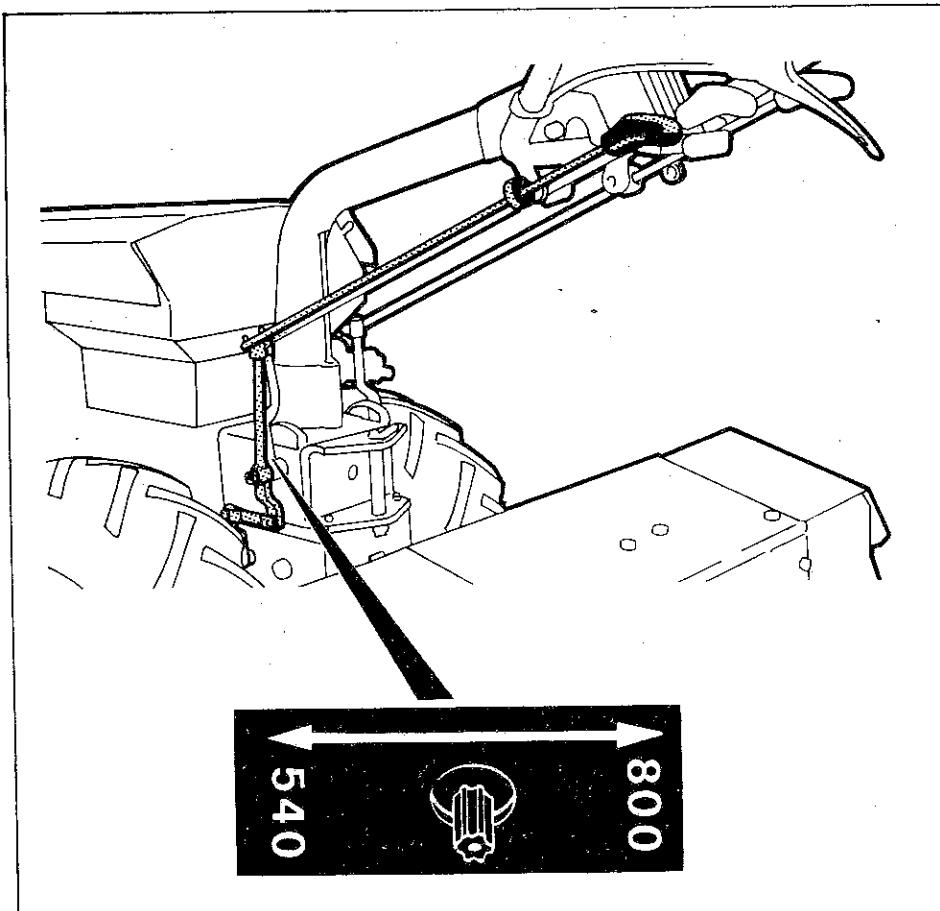

Fig. 7 - Bild 7
Una leva di comando a tre posizioni consente di selezionare due differenti rapporti di trasmissione per la p.d.f. (vedere la fig. 7).
2. Innestare la presa di forza alla velocità desiderata portando la rispettiva leva di comando (vedere la fig. 7) in posizione (lenta) oppure 800 (veloce). Accertarsi che la leva sia perfettamente innestata.
The live p.t.o. is powered directly by the engine, after the clutch, hence the revolution number is only depending on engine; the p.t.o. direction of rotation remains unchanged even in Reverse. A three-position control lever allows for selection of two different p.t.o. reduction ratios (see fig. 7).
2. Engage p.t.o. at the desired speed; this is obtained by bringing proper control lever to position 540 (slow) or to position 800 (fast) (see figure 7). Be sure the control lever is properly engaged.
Un levier de commande à trois positions, permet de choisir deux divers rapports de réduction pour la P.d.f. (voir fig. 7).
2. Connecter la prise de force à la vitesse voulue en amenant le levier de commande (fig. 7) en position 540 (faible vitesse) ou 800 (haute vitesse). S'assurer que le levier soit bien engagé.
Die Kraftübertragung auf diese Zapfwelle erfolgt direkt vom Motor aus, hinter der Kupplung, weshalb die Zapwellendrehzahl nur mit der Motordrehzahl verbunden ist. Die Drehrichtung der Zapfwelle bleibt auch im Rückwärtsgang unverändert. Ein Steuerhebel mit 3 Stellungen ermöglicht die Vorwahl von 2 verschiedenen Untersetzungsverhältnissen für die Zapfwelle (siehe Bild 7).
2. Die Zapfwelle durch Einlegen des betreffenden Steuerhebels (Bild 7) in Stellung 540 (langsam) oder 800 (schnell) in die gewünschte Drehzahl einschalten. Sich vergewissern, dass der Steuerhebel einwandfrei eingeschaltet ist.